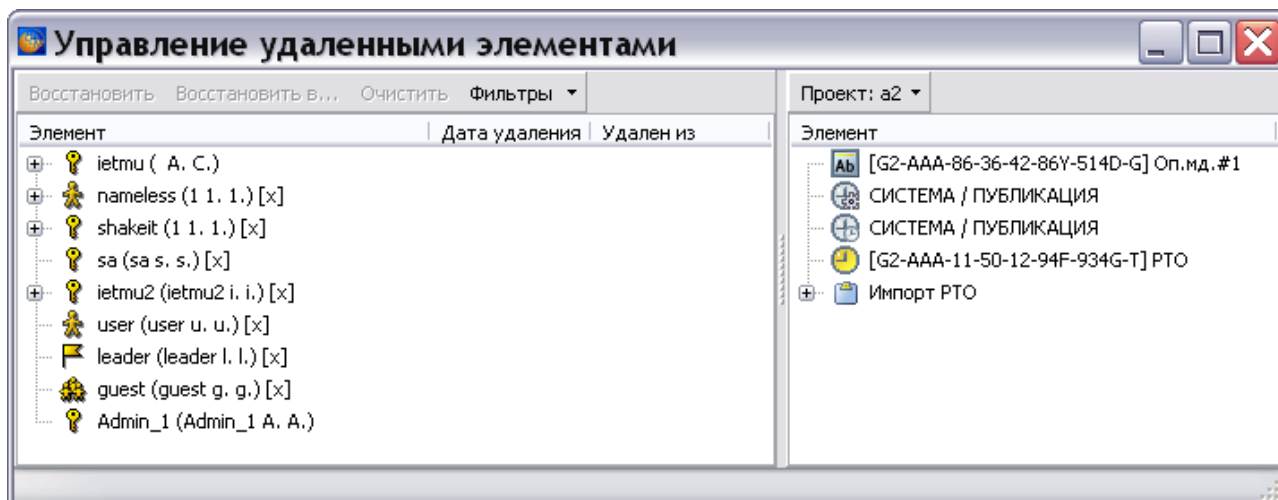

Рис. 4.8
4. Нажмите на кнопку **Выбрать**. После этого откроется диалоговое окно **Управление удаленными элементами** (Рис. 4.8).